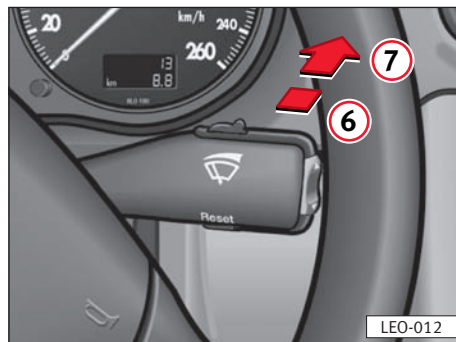

Fig. 85
Empujar la palanca hacia delante posición ⑦ ⇒ fig. 85.